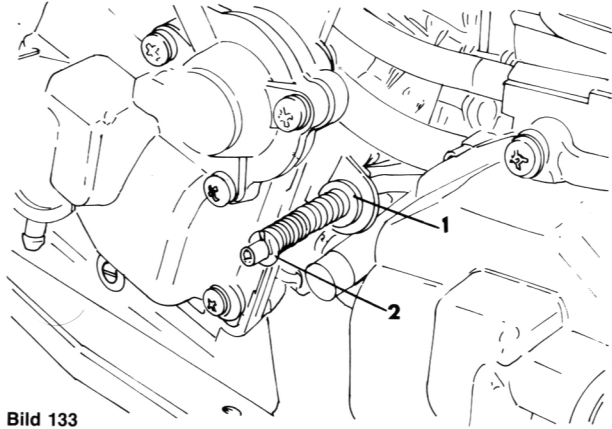

Bild 133
- Den Splint (2) von der Beschleunigerpumpenstange entfernen und Unterlagscheibe, Feder und Federhülse (1) abnehmen (Bild 133).